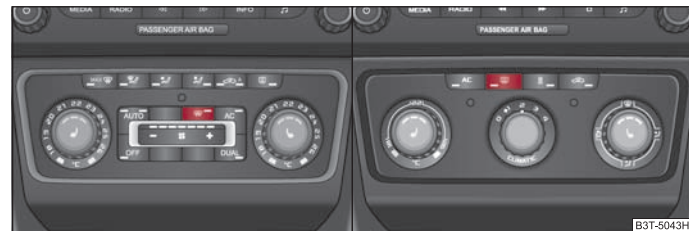

Fig. 60 Comutator pentru încălzirea parbrizului / Comutator pentru încălzirea lunetei
- Încălzirea parbrizului poate fi pornită sau oprită prin apăsarea comutatorului **☞** ⇒ fig. 60 - stânga, lampa de control din comutator se aprinde sau se stinge.
- Încălzirea lunetei poate fi pornită sau oprită prin apăsarea comutatorului **☞** ⇒ fig. 60 - dreapta, lampa de control din comutator se aprinde sau se stinge. ▶